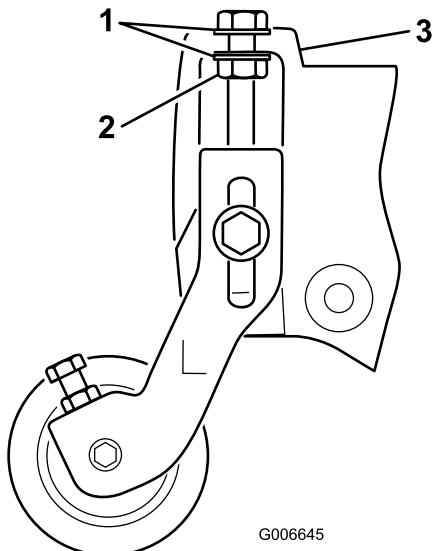

Рисунок 5
Примечание: Шайбы на болтах регулировки высоты скашивания должны быть расположены с каждой стороны фланца на боковой пластине (Рисунок 5).
- Затягивайте контргайку на болте регулировки высоты скашивания до тех пор, пока шайбы не войдут в контакт с фланцем боковой пластины, затем отверните гайку на 1/2 оборота (Рисунок 5).